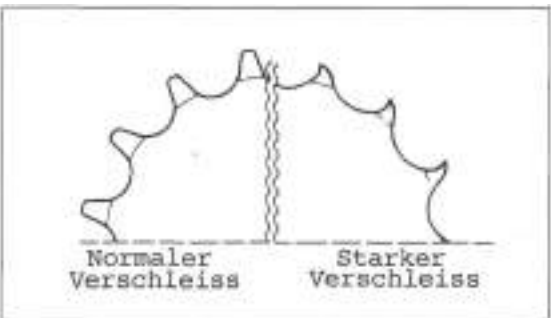

Bild 39
- **TP** Gleichzeitig Zähne der Kettenräder auf Abnutzung untersuchen (Bild 39).